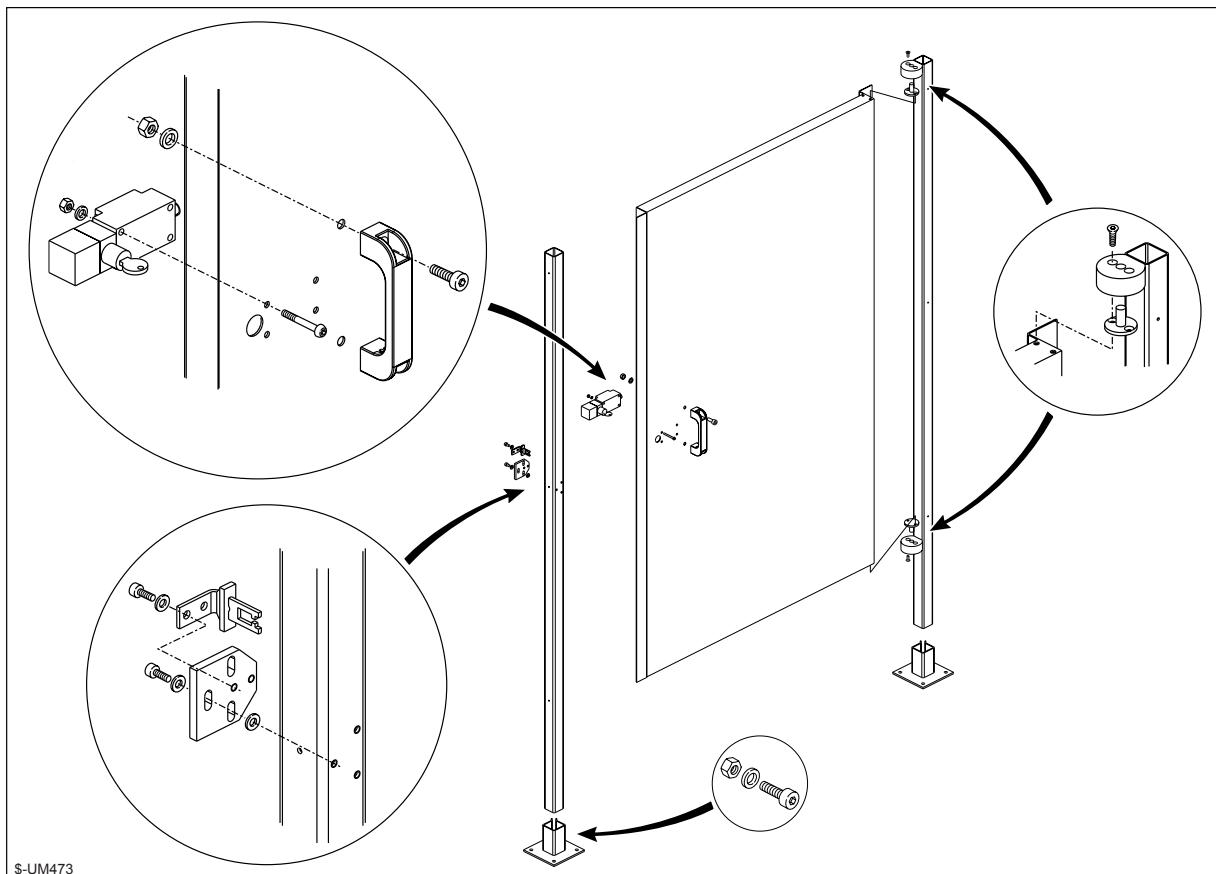

Fig. 4.5.1c
- sul lato sinistro montare il modulo porta Q seguendo lo schema di fig. 4.5.1c.